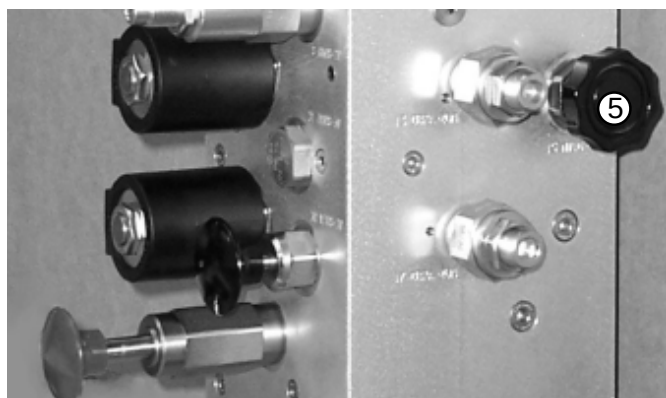
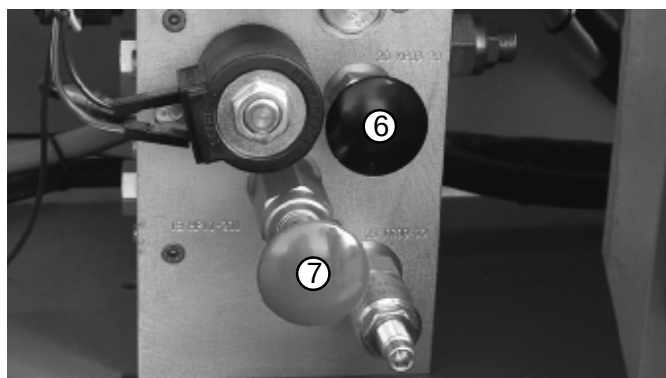

Fig. 9.9
Fig. 9.10
3. Öppna, inne i hydraulutrymmet, frirullningsventilen (5) fullt, (vrid medsols så långt det går) (se fig. 9.9).
4. För att frigöra bromsarna, pumpa med handpumpen (7), 5 till 10 gånger, (se fig. 9.10).
5. Efter att maskinen bogserats skall återställningsknappen (6) dras ut så att bromsarna återställs (se fig. 9.10) och frirullningsventilen (5) (se fig. 9.9) stängas.